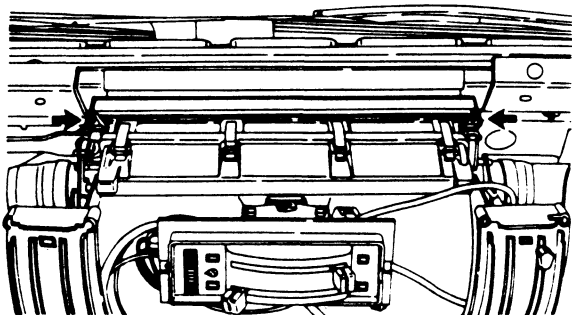

Fig. 8
- Wanneer nu de klemband, waarmee de bovenzijde van de kachel verbonden is met de defrosters, losgenomen wordt kan de complete kachelunit uitgenomen worden (Fig. 8).